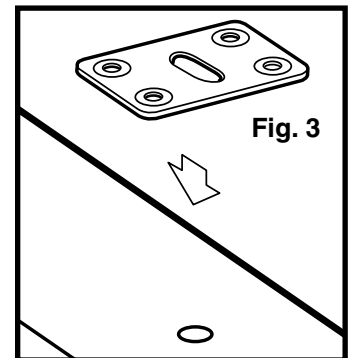

Fig. 3
3. Attach bottom beam clamps (slotted) to the side of the beam used for measuring hole location using four 2-1/2" screws per clamp (Fig. 3). Beam clamps should be placed over holes for accessories.
3. Sujete las abrazaderas de abajo de la viga (con ranuras) al lado de la viga, que se ha usado para medir la ubicación de los huecos, usando cuatro tornillos de 2-1/2" por abrazadera (Fig. 3). Las abrazaderas de la viga deben estar puestas sobre los huecos para accesorios. **NOTE:** Hay suficientes colgadores de columpio y abrazaderas para los accesorios incluidos. Un área de accesorio quedará abierta.
3. Fixer les attaches de poutre inférieures (à fente) sur le côté de la poutre ayant servi à mesurer l'emplacement des trous en utilisant quatre vis de 2 1/2 po par attache (Fig. 3). Les attaches de poutre doivent être placées sur les trous qui serviront à attacher les accessoires. **NOTA :** Le nombre de crochets de balançoire et d'attaches correspond au nombre d'accessoires inclus. Un emplacement pour accessoire restera libre.